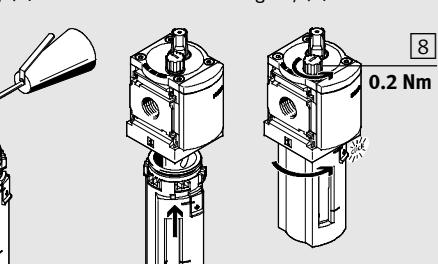

Fig. 5 / 图 5
5. Füllen Sie die Ölerschale mit Spezialöl von Festo auf (→ Bild 5).
- Refill the lubricator bowl with special oil from Festo (→ Fig. 5).